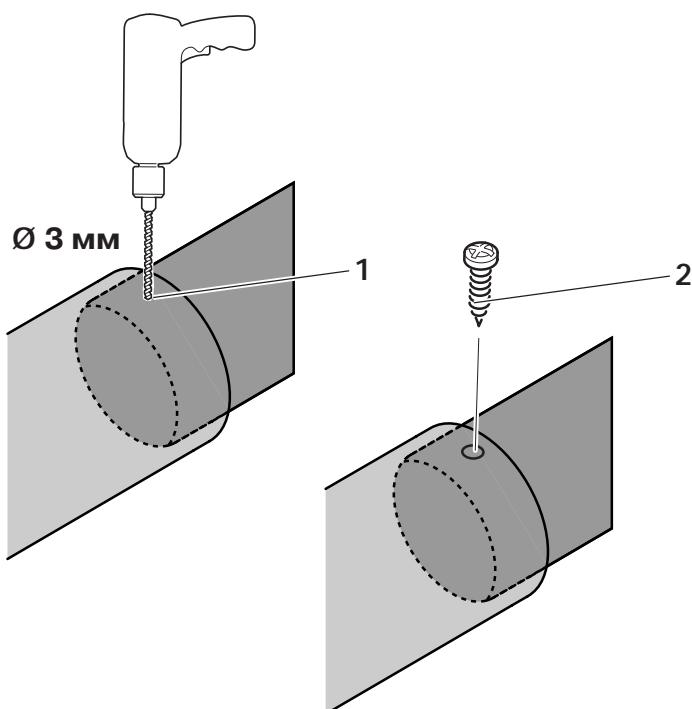

Рис. 6.6: Фиксирование телескопической удлинительной секции
- Подготовьте присоединение к системе подвода воздуха и отвода продуктов сгорания с размерами, указанными на рис. 6.6. Эти размеры допускают навеску прибора непосредственно на кирпичную облицовку.